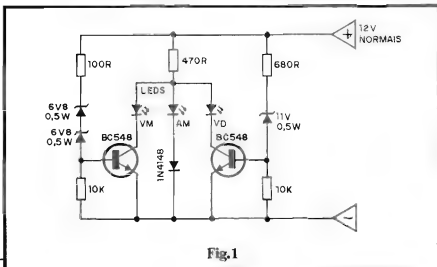
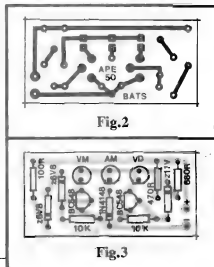

Fig.1
Fig.3
- FIG. 1 - O CIRCUITO - Aproveitando criteriosamente as características de dois transistores super-comuns (admitem diversas equivalências...) tipo BC548, diodos comuns e zener (estes com seus níveis de Tensão rigorosamente determinados...), além dos parâmetros de "queda de voltagem" dos próprios LEDs indicadores (vermelho, amarelo e verde...), um arranjo ao mesmo tempo elementar e preciso
- FIG. 3 - "CHAPEADO" DA MONTAGEM - Ao Leitor iniciante, recomendamos uma pré-leitura atenta às INSTRUÇÕES GERAIS PARA AS MONTAGENS, bem como um acompanhamento no TABELÃO APE, ambos esses encartes permanentemente "começando" os exemplares de APE (já lá atrás à página de História em Quadrinhos, sempre...). Voltando à parte prática, a figura mostra agora a plaquinha pela sua face não cobreada (que, no KIT ofertado aos Leitores/Hobbystas pela Concessionária autorizada - ver Anúncios específicos, por a!.. - vem inclusive com toda a demarcação em silk-screen, facilitando enormemente a interpretação e montagem...), com todos os componentes devidamente estilizados, identificados pelos seus códigos, valores e parâmetros essenciais... Basta seguir com atenção a figura, inserindo os compo-
**FIG. 4 - OS LEDs (DETALHES & INFORMAÇÕES)** - Conforme "insinua" a LISTA DE PEÇAS, **nada** impede que o Leitor/Hobbysta criativo exerça seu gosto pessoal no **display**, realizando-o com LEDs redondos, quadrados, retangulares (ou em outros formatos disponíveis...), desde que - forçosamente - as **cores** sejam as indicadas (vermelho, amarelo, verde...). Nossa recomendação estética é que LEDs redondos, de 5 mm, sejam utilizados, porém reafirmamos: Vocês são "livres" para escolher os formatos... Um ponto, contudo, é fundamental: identificar previamente os terminais dos LEDs em função da sua colocação na placa (ver "chapeado" - fig. 3). De um modo geral, o terminal de **catodo** (K) é o **mais curto** dos dois que os LEDs apresentam... Outro indicativo válido: nos componentes redondos (e mesmo em alguns outros formatos, que - porém - apresentem base redonda...) é frequente que o terminal de **catodo** (K) seja identificado pela presença de um pequeno "chanfro" lateral... Todas essas indicações encontram-se claramente feitas na figura 4... Na ilustração, temos ainda o símbolo esquemático dos LEDs (rever fig. 1) e também a estilização geral adotada para representá-los no "chapeado" (válido para qualquer dos formatos...).